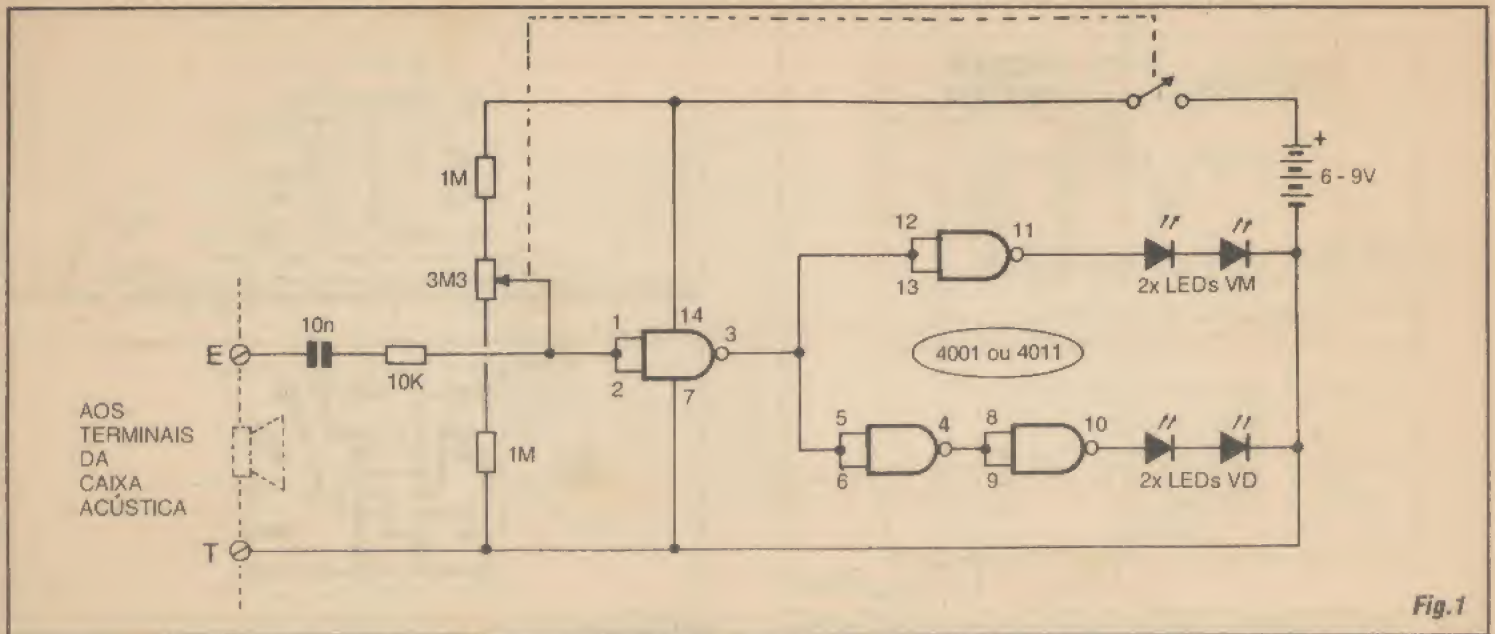

Fig. 1
- FIG. 1 - DIAGRAMA ESQUEMÁTICO DO CIRCUITO - *Simplérrimo*, o circuito da MIRD é totalmente centrado num integrado digital C.MOS tipo 4001 ou 4011, indiferentemente (já que os 4 *gates* internos são usados em funções *simples inversoras*, para o que não importam suas naturais capacidades lógicas NOR e NAND...). O primeiro dos *gates* (delimitado pelos pinos 1-2-3...) é usado como rústico conversor analógico/digital, ou como *enquadrador* de sinais, de elevada sensibilidade, através de um *truque* de polarização muito simples: sua *entrada* (pinos 1-2, *juntados*...) é previamente polarizada, com todo cuidado (via potenciômetro de 3M3 *ensanduichado* entre os dois resistores de 1M às linhas de alimentação...), de modo que *veja* um nível de tensão bastante próximo de qualquer dos dois limiares de transição do bloco digital (seja para reconhecer uma *descida* de nível, seja para aceitar uma *subida*...). Nessa pré-condição, qualquer pequeno acréscimo ou decréscimo de tensão aplicado à dita *entrada* faz com que o *gate sinta* o fato como se fosse uma nítida transição *digital*, promovendo o surgimento de estado *oposto* (já que o bloco assume função *inversora*...) na *saída* (pino 3...). O tal *pequeno sinal* ou *pequena alteração de tensão* é, no caso, obtido via capacitor de 10n e resistor protetor de 10K, diretamente dos terminais de alto-falante de qualquer sistema de amplificação com saída de 10W para cima (basta, por exemplo, ligar os pontos E-T aos próprios terminais de uma das caixas acústicas do *três em um* aí da sala do caro leitor/aluno...). Observar que a elevada impedância do bloco de entrada geral da
Ligada a *entrada* da MIRD aos terminais de saída para alto-falante do amplificador, conforme também ilustra o diagrama esquemático, no **FIG. 1** (num sistema estéreo, a MIRD pode ser ligada a apenas um dos dois canais, qualquer deles...), coloca-se para *rodar* uma fita, ou sintoniza-se uma emissora com música, ou ainda aciona-se um CD player, ou mesmo o velho toca discos (de vinil...), qualquer fonte de som musical, enfim... Ajusta-se volume, tonalidade (graves, agudos, equalização...) no dito sistema de som, conforme o gosto...